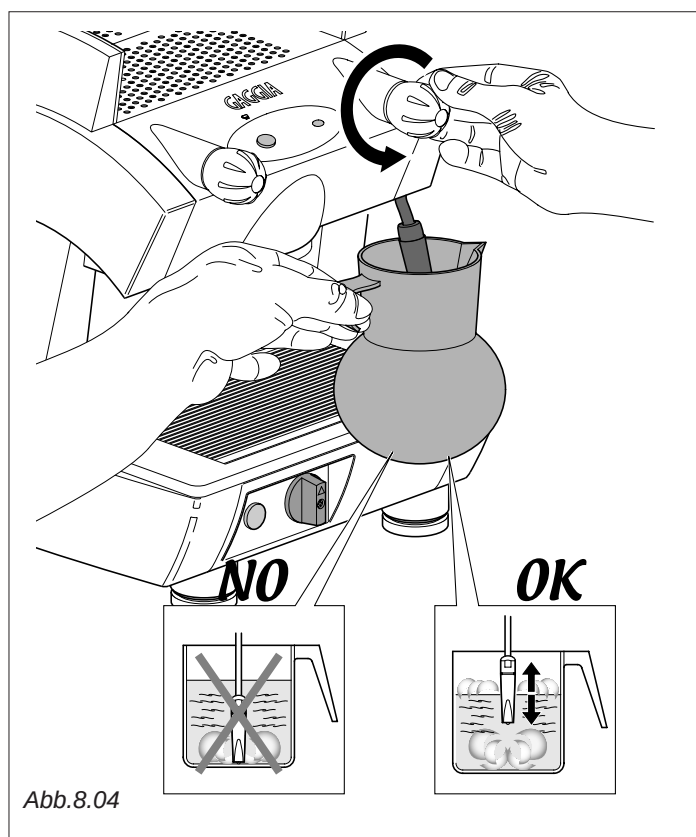

Abb.8.04
- Eine Kanne bis zur Hälfte mit kalter Milch füllen und unter die Dampfduse halten (Abb.8.04).
- Für die Dampfausgabe den Hahn (Abb.8.04) gegen den Uhrzeigersinn drehen.